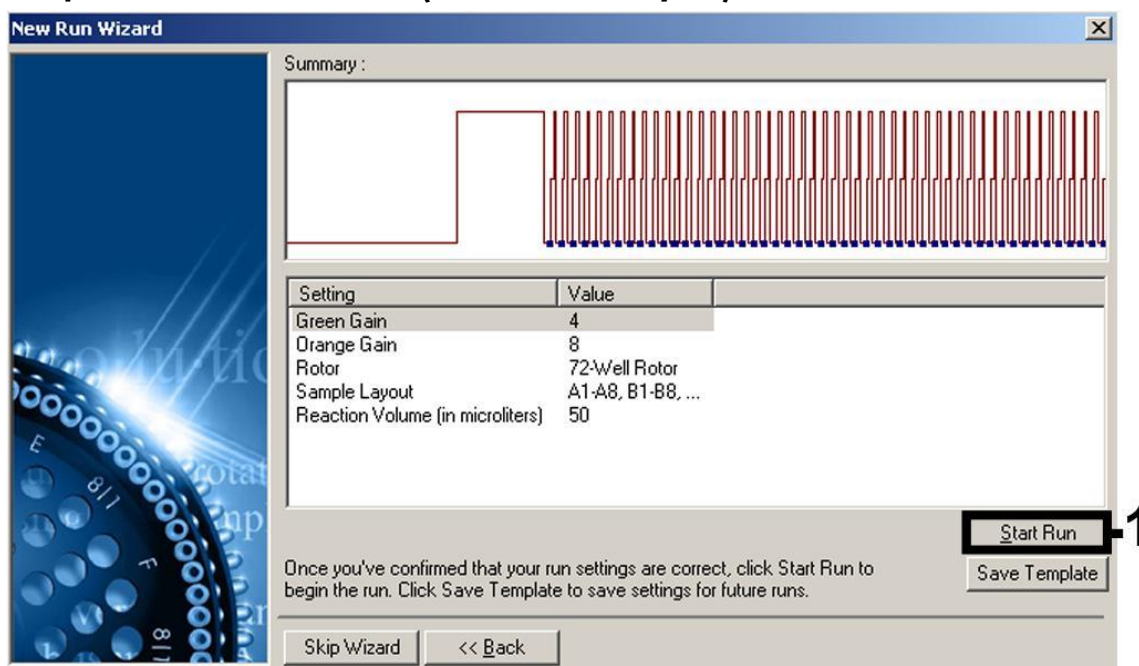

Figure 11 Démarrage du cycle. Il convient de noter que sur le Rotor-Gene 3000, le logiciel définit les marqueurs de fluorescence comme « FAM/Sybr » et « ROX ».
Démarrage du cycle	Figure 11
- 10. Les valeurs de gain déterminées par la calibration des canaux sont automatiquement enregistrées et répertoriées dans la dernière fenêtre de menu de la procédure de programmation (figure 11). Cliquer sur « Start Run » (Démarrer le cycle).**